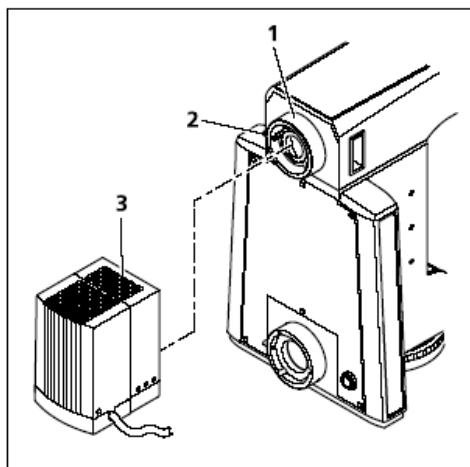

图 3-31 安装 HBO 100
- 将反射光连接件保护盖（图 3-31/1）取下。
- 将燕尾环与设备后面的反射光接头（图 3-31/1）接到一起，将灯箱（图 3-21/3）插进去。用圆头螺丝刀 SW3 拧紧紧固螺丝（图 3-31/2）。